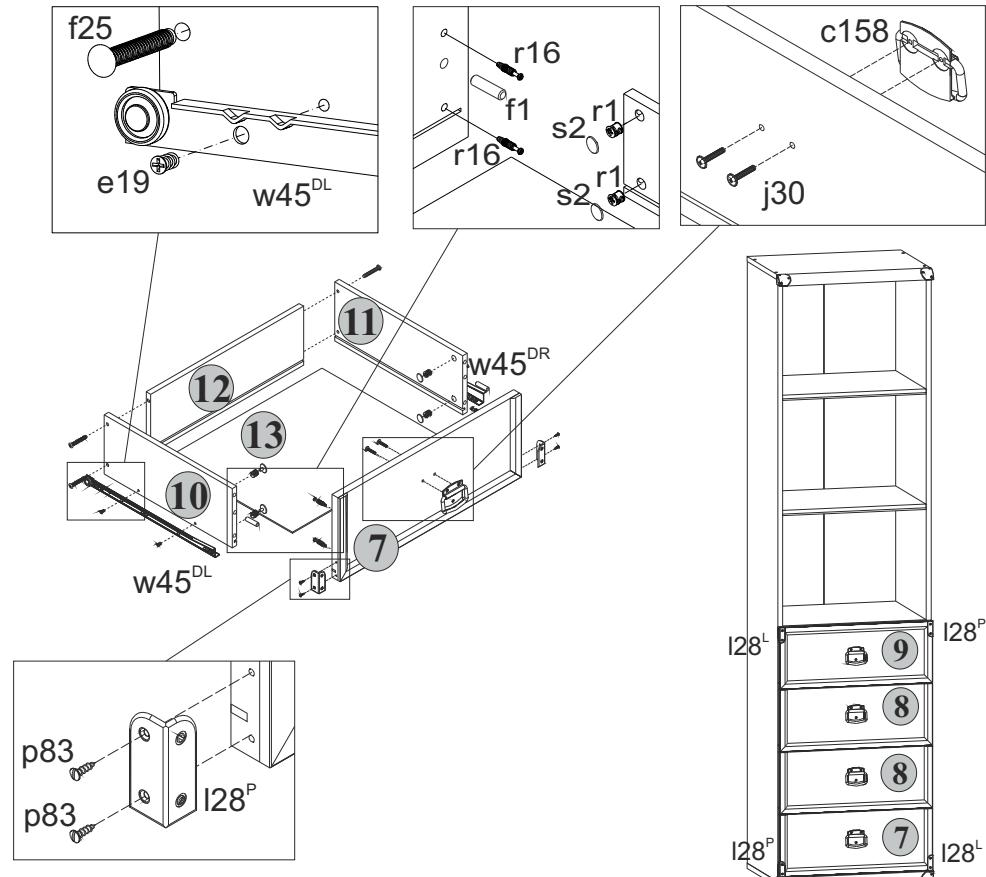

Рис. 3
5.13 В отверстия диаметром **8 мм** на передних кромках стенок боковых **10** и **11** корпусов выдвижных ящиков вбить деревянные шканты **f1** (см.рис.3).
5.14 В отверстия диаметром **15 мм** на внутренних поверхностях стенок боковых **10** и **11** корпусов выдвижных ящиков вставить стяжки эксцентриковые **r1** (см.рис.3).
5.15 В отверстия диаметром **5 мм** на внутренних поверхностях панелей передних **7, 8** и **9** ящиков выдвижных с помощью крестообразной отвертки вкрутить винты стяжки **r16** (см.рис.3).
5.17 Соединить панель переднюю **7** с корпусом ящика выдвижного и затянуть стяжки эксцентриковые **r1**, пользуясь специальным ключом **z1**. Закрыть стяжки эксцентриковые заглушками **s2** (см.рис.3).
5.19 Соединить панели передние **8** с корпусами ящиков выдвижных и затянуть стяжки эксцентриковые **r1**, пользуясь специальным ключом **z1**. Закрыть стяжки эксцентриковые заглушками **s2** (см.рис.3).
5.20 Соединить панель переднюю **9** с корпусом ящика выдвижного и затянуть стяжки эксцентриковые **r1**, пользуясь специальным ключом **z1**. Закрыть стяжки эксцентриковые заглушками **s2** (см.рис.3).